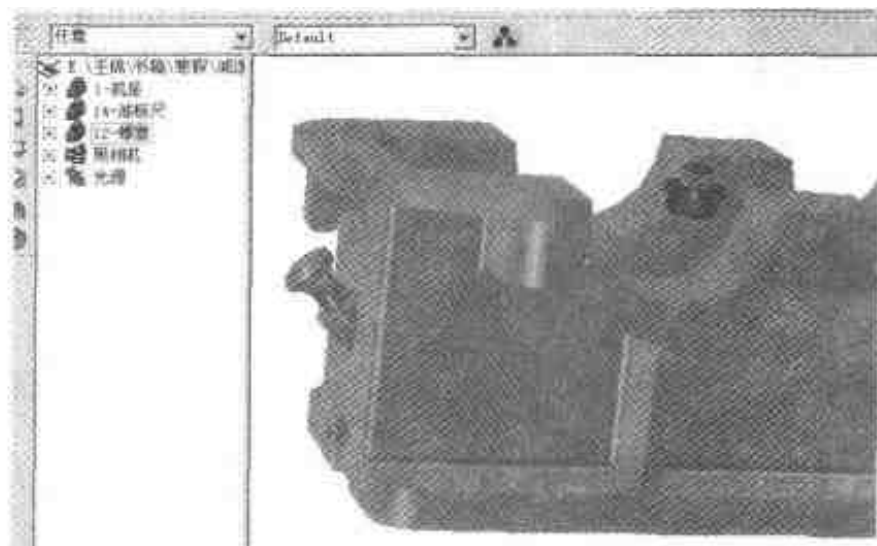

图 3.136 插入螺塞
- (9) 在右侧零件树上将零件名称改为“12-螺塞”，结果如图 3.136 所示。